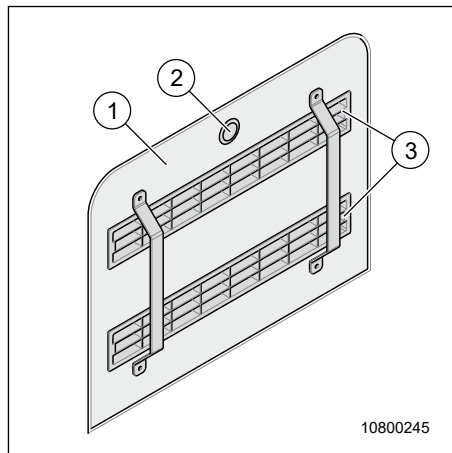

Fig. 53 Lucka värmesystem
→ Stängning eller avtäckning av ventilationsgaller (Fig. 53, pos. 3) orsakar överhettning och leder till skador på de kringliggande komponenterna.
- Öppna luckan (Fig. 53, pos. 1) genom att rycka på Push-Lock-låset (Fig. 53, pos. 2).